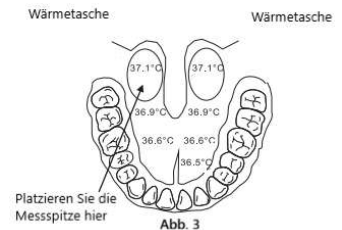

Abb. 3
**Orale Messung** (ab 4 Jahren): Platzieren Sie die Sonde unter der Zunge des Patienten (Abb. 3) und schließen Sie den Mund. Die Spitzentemperatur sollte in etwa 8 Sekunden erreicht werden. Das Öffnen des Mundes oder eine falsche Platzierung der Sondenspitze kann die Messdauer beeinflussen.